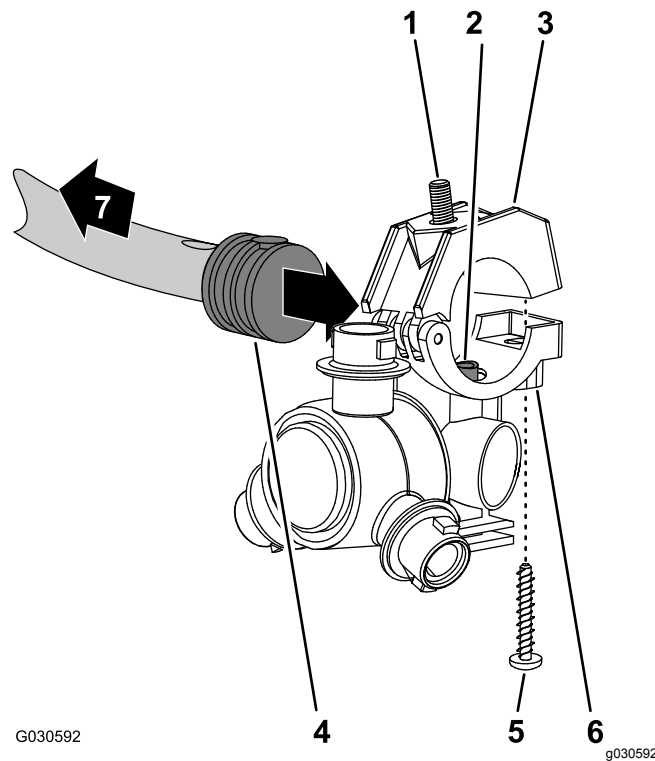

图 130
- 将喷嘴鞍座中的转接管 图 130 与单宝塔软管柄 $\frac{1}{2}$ 英寸一侧中的孔对齐。
- 闭合夹具上半部分将宝塔软管柄夹在其中然后使用不锈钢螺丝 #12 x $1\frac{1}{4}$ 英寸将夹具上半部分与喷嘴主体 图 130 固定到一起上紧不锈钢螺丝扭矩至 14~18N·m。